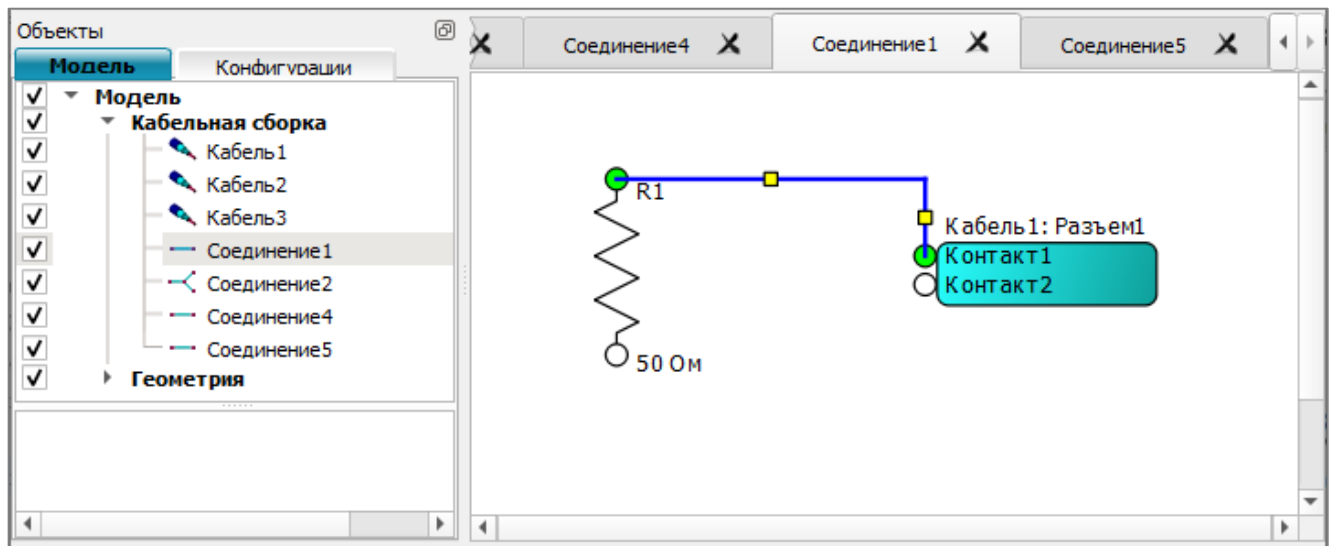

Рис. 73
3) для редактирования линии подвести к ней курсор (она станет синей) и дважды щелкнуть левой кнопкой мыши. На каждом отрезке появятся точки редактирования. Захватив одну из них переместить отрезок (рис. 73);